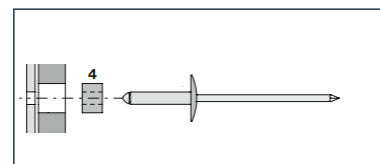

Fig. 6
Placera Swisspearl centraliseringsverktyg med den konade delen centriskt i det förborrade hålet i skivan (Fig.3). Använd en 4,1 mm borr för att förborra stålprofilen. Börja med de två fixeringspunkterna (Fig. 6).
Trä på en rostfri fixeringshylsa (4) på niten (Fig. 6). Nita fixeringspunkterna. Skivan är nu fixerad och man kan släppa sugklockorna. **OBS! Fixeringshylsorna ska bara användas till två nit/skiva.** Den är endast till för att fixera skivan.